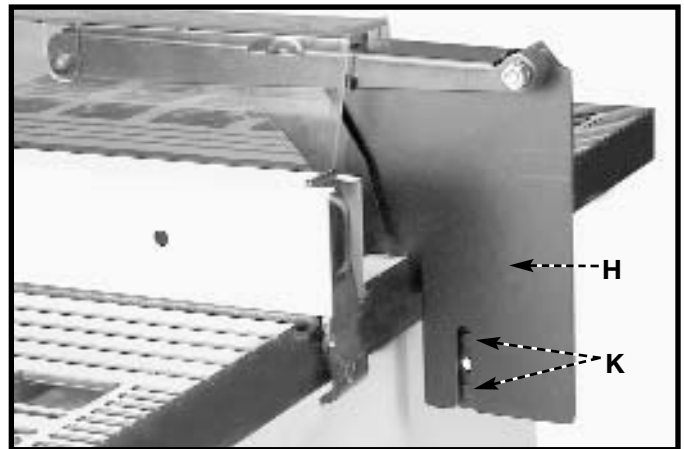

Fig. 13
5. Positionner le couteau séparateur (H) fig. 13 contre le support du couteau séparateur en s'assurant que les deux saillies (K) du support du couteau séparateur soient à l'intérieur de la fente du couteau (H).